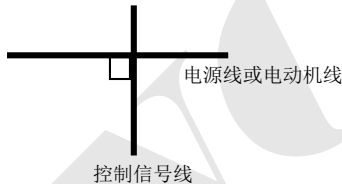

图 4-2 系统配线要求
- (1) 变频器的机电缆线（U、V、W 端子引出线）与电源电缆线（R、S、T 端子输入线）应该保证足够的距离且尽可能远。
- (2) U、V、W 端子三根电机线尽量置于金属管或金属布线槽内。
- (3) 一般控制信号线应采用屏蔽电缆，屏蔽层与变频器 ⊕ 端相连后，以靠近变频器侧单端接地。
- (4) 变频器 ⊕ 端接地电缆必须直接与接地板相连，不得借用其它设备接地线接地，并且接地点应尽可能靠近变频器。
- (5) 强电电缆（R、S、T、U、V、W）不得与控制信号线平行近距离布线，更不能捆扎在一起，须保持 20～60 厘米（与强电电流大小有关）以上的距离。如果要相交，则应相互垂直穿越，如图 4-2 所示。